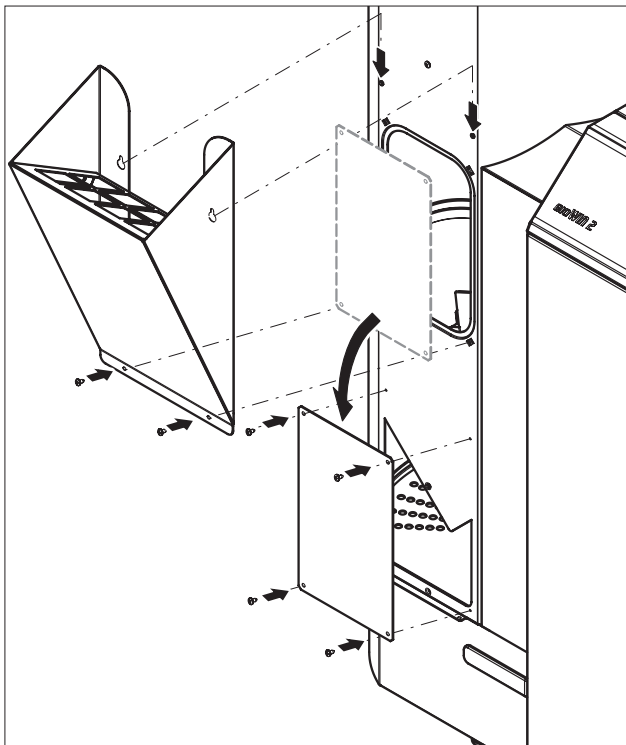

Fig. 86 Pelletsschütte und Revisionsdeckel montieren
- ▶ Pellets bei der Revisionsöffnung mit einem kleinen Kübel oder Schaufel in den Vorratsbehälter einfüllen bzw. Pelletsschütte (Zubehör – Pelletsschütte zur Überbrückung bzw. zur händischen Befüllung des Vorratsbehälter, wenn Zuführung noch nicht fertig ist) befestigen und Pellets einfüllen – Fig. 86.
- ▶ Revisionsdeckel als Berührungsschutz vor der Öffnung zur Förderschnecke montieren – Fig. 86.